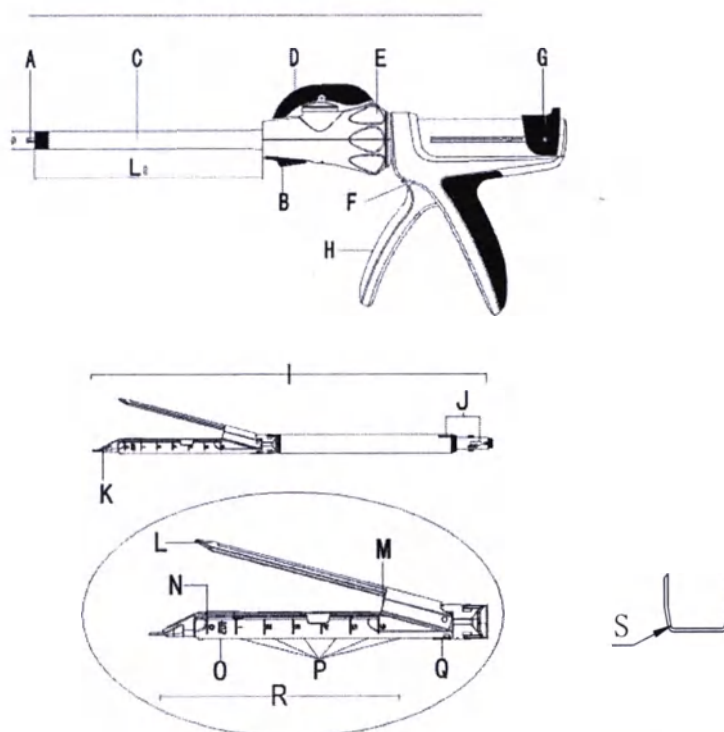

Рис. 2-3. Схематическое изображение серии SELC
2.1. Схематическое изображение степлера (см. рис. 2-3 и таблицы)